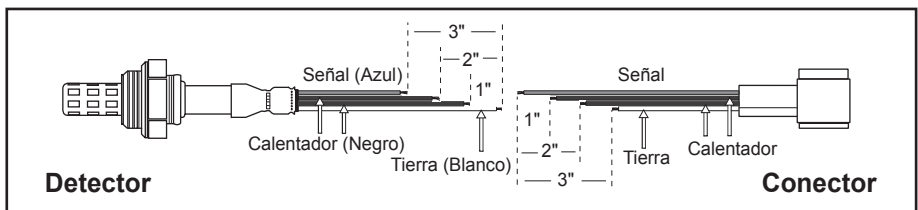

figura 1
6. Teniendo los dos sensores lado a lado, cortar el sensor original de manera que la longitud total sea de 3 a 4 pulgadas mayor que antes. (ver figura 1) Esto permitirá hacer las conexiones a intervalos regulares de manera que el tubo termoretráctil se ajuste sobre las conexiones de la cabeza del conector, y la longitud final coincida con la original.